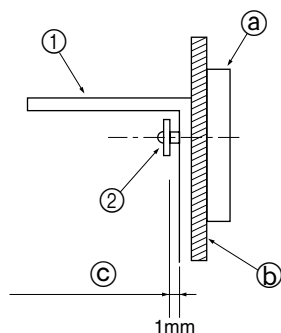

Fig. 3-4
- Monte primero el soporte a la pared y luego apriete los tornillos de forma que el soporte pueda moverse hacia arriba y hacia abajo. (Fig. 3-4)
- ① Soporte antibasculante
- ② Tornillo tirafondos